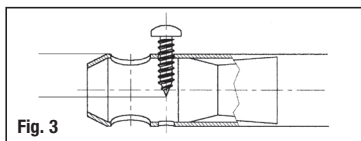

Fig. 3
- Réglage de la sortie d'air (Figure 3)